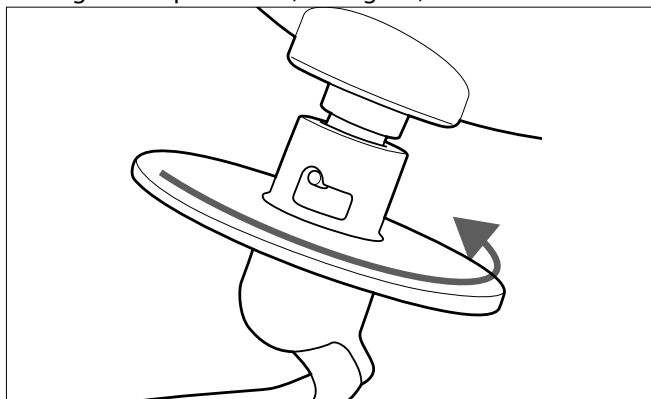

Fig. 10 – Bloquer l'instrument de mesure
- ▶ Poussez l'instrument de mélange vers le haut et tournez-le dans le sens des aiguilles d'une montre jusqu'à ce qu'il s'enclenche. Un instrument de mélange ne peut être installé et tourné correctement que lorsque la patte de guidage se trouve dans la rainure de guidage correspondante (voir Fig. 10).